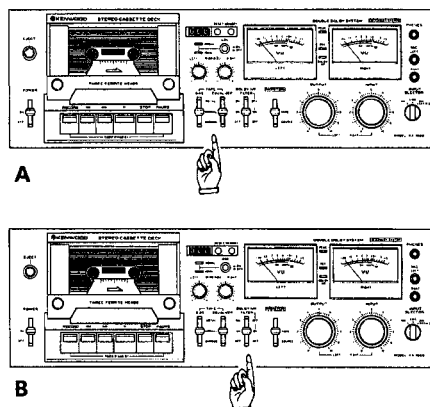

Fig. 7
3. Mettez les sélecteurs de bande (BIAS et EQUALIZER) sur la position correspondant à la qualité de la bande (voir plus loin, le chapitre «Enregistrement»). (Fig. 7-A)
4. Branchez le système DOLBY NR si l'enregistrement a été effectué selon ce procédé. (Fig. 7-B)
5. Enfoncez la touche de lecture (▶). (Fig. 7-C)
6. Réglez le niveau de sortie. Normalement le niveau de sortie doit être réglé une fois pour toutes pour chaque type de bande, les réglages de volume se faisant alors sur l'amplificateur ou ampli-tuner. Au moment de monter votre chaîne, réglez le volume sonore sur l'ampli-tuner au niveau qui vous convient et en vous servant d'une émission radio. Branchez ensuite l'enregistreur et réglez son niveau de sortie jusqu'à ce que vous obteniez le même volume sonore. (Fig. 7-D)
3. Die Schalter TAPE BIAS und EQUALIZER auf das verwendete Bandmaterial einstellen. Siehe Seite 24. (Fig 7-A)
4. Zum Abspielen einer nach dem DOLBY-Verfahren aufgenommenen Bandaufzeichnung den Schalter DOLBY NR. Auf ON einstellen, sonst in Stellung OFF belassen. (Fig 7-B)
5. Die Starttaste (▶) drücken. (Fig 7-C)
6. Den Ausgangspegel einstellen. (Fig 7-D)
3. Stel de schakelaars TAPE BIAS en EQUALIZER in overeenkomstig de gebruikte bandsoort (Zie pagina 25). (Fig. 7-A)
4. Zet de schakelaar DOLBY NR op ON (aan) als de opname ook werd gemaakt met DOLBY NR aan. Als dat niet het geval was, op OFF (uit) zetten. (Fig. 7-B)
5. Druk de starttoets (►) in. (Fig. 7-C)
Vervolgens omschakelen naar cassette weergave en het uitgangsniveau (OUTPUT) instellen op hetzelfde niveau, zodat dezelfde geluidssterkte wordt verkregen bij weergave van uw cassettedeck. (Fig. 7-D)
3. Ställ omkopplarna TAPE BIAS och TAPE EQUALIZER i rätta lägen (Se sid 25.). (Fig. 7-A)
4. Ställ Dolby-omkopplaren (DOLBY NR) i läge ON om inspelningen är gjord med Dolby-funktion. I annat fall ska den stå i läge OFF. (Fig. 7-B)
5. Tryck ner avspelningsreglaget (►). (Fig. 7-C)
6. Reglera utgångsnivån (OUTPUT). Normalt ställer man in en utgångsnivå för en viss bandtyp och justerar sedan volymen på förstärkaren eller stereoreceivern. Vid installationen kan man gå tillväga på följande sätt. Sätt på FM-tunern och vrid in lämplig lyssningsnivå på förstärkaren eller stereoreceivern. Sätt sedan på ett kassettband och vrid med bandspelarens utnivåratt (OUTPUT) in volymen så att lyssningsnivån blir densamma. (Fig. 7-D)